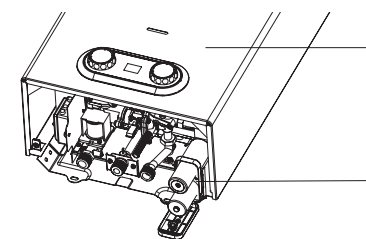

Рис. 1
- Перед включением водонагревателя необходимо установить батарейки (рис. 1). Отсек батареек (1) находится в нижней правой части водонагревателя. Для доступа к нему снимать кожух не нужно.